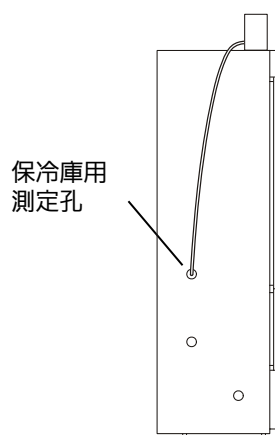

図 3
3. 保冷库の左側面の測定孔のゴムキャップ（外側および内側）を外し、中の断熱材を取り出してください。その測定孔を通して自記温度記録計の感温部を保冷库内に通してください〔図 3〕。通したら、測定孔に断熱材を戻し、ゴムキャップでふたをしてください（外側および内側）。